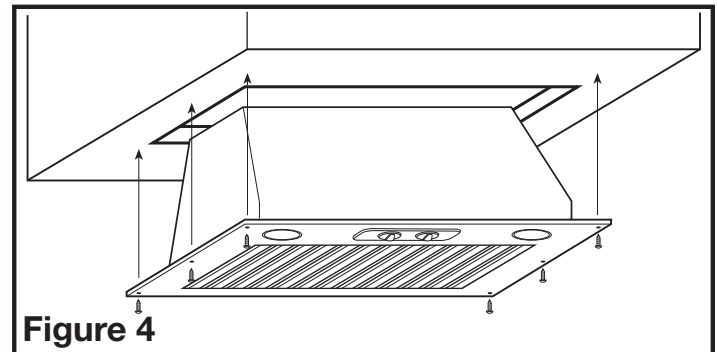

Figure 4
1. Insérez l'unité de puissance dans le trou et fixez-la en place à l'aide des six vis (non inclus) (**Figure 4**).